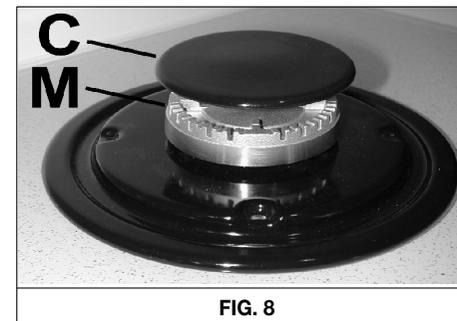

FIG. 8
Se si vuole mantenere la superficie del piano lucente, è molto importante lavarla dopo ogni utilizzo con acqua saponata tiepida, risciacquarla ed asciugarla. Allo stesso modo devono essere lavati le griglie smaltate, i coperchietti smaltati "C" e le teste bruciatori "M" (vedi fig. 8).
- Verificare che le fessurazioni delle teste bruciatori "M" (fig. 8) non siano otturate da corpi estranei.
- Assicurarsi che il coperchietto smaltato "C" (fig. 8) sia posizionato correttamente sulla testa bruciatore. Questa condizione può ritenersi soddisfatta quando il coperchietto posizionato sulla testa risulti perfettamente stabile.